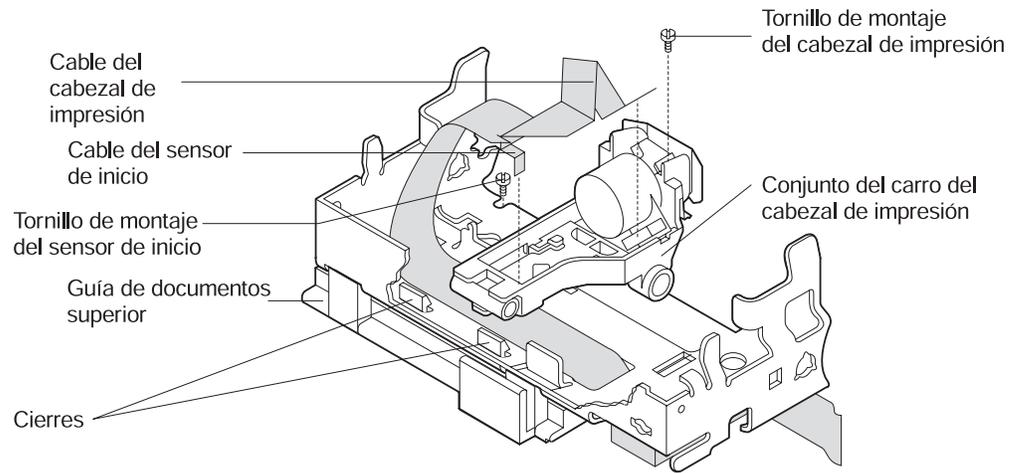

Figura 4-7. Sustitución del cabezal de impresión
4. Quite el tornillo de montaje del cabezal de impresión. Consulte la Figura 4-7 en la página 4-11.